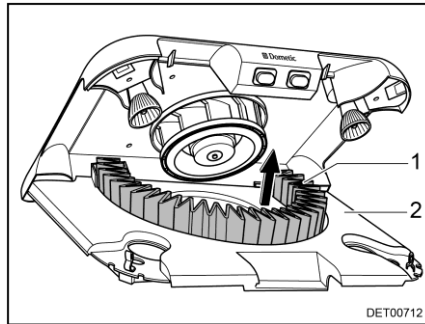

Bild 153 Aktivkohlefilter wechseln
- Aktivkohlefilter (Bild 153,1) nach oben aus der Halterung herausnehmen.
- Filterträger (Bild 153,2) nach oben schwenken, bis er einrastet.